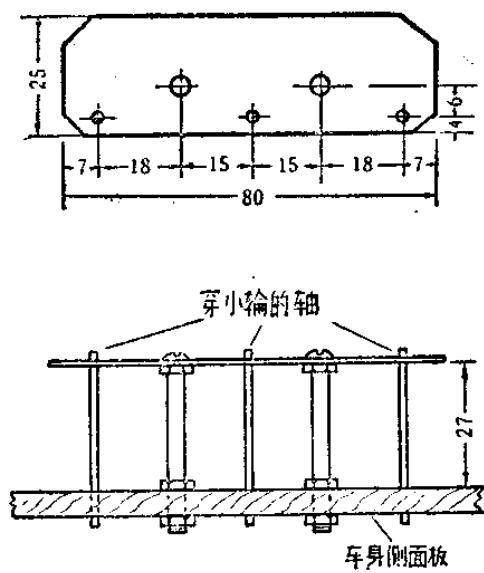

图 12-7
6. 小輪支架：是用馬口鐵皮做的，根据图 12-7 的尺寸画在馬口鐵皮上，剪下后钻孔，其中三个小孔是穿小輪軸的，两个大孔是用螺絲釘和螺帽固定在車身側面的。小輪的軸是用 3 毫米粗、36 毫米長的鋼絲做成的，軸的一端要磨尖，以便插入車身側面下部的三个小孔里，假使不能固定，待装上小輪后，用焊錫把軸与支架焊牢。